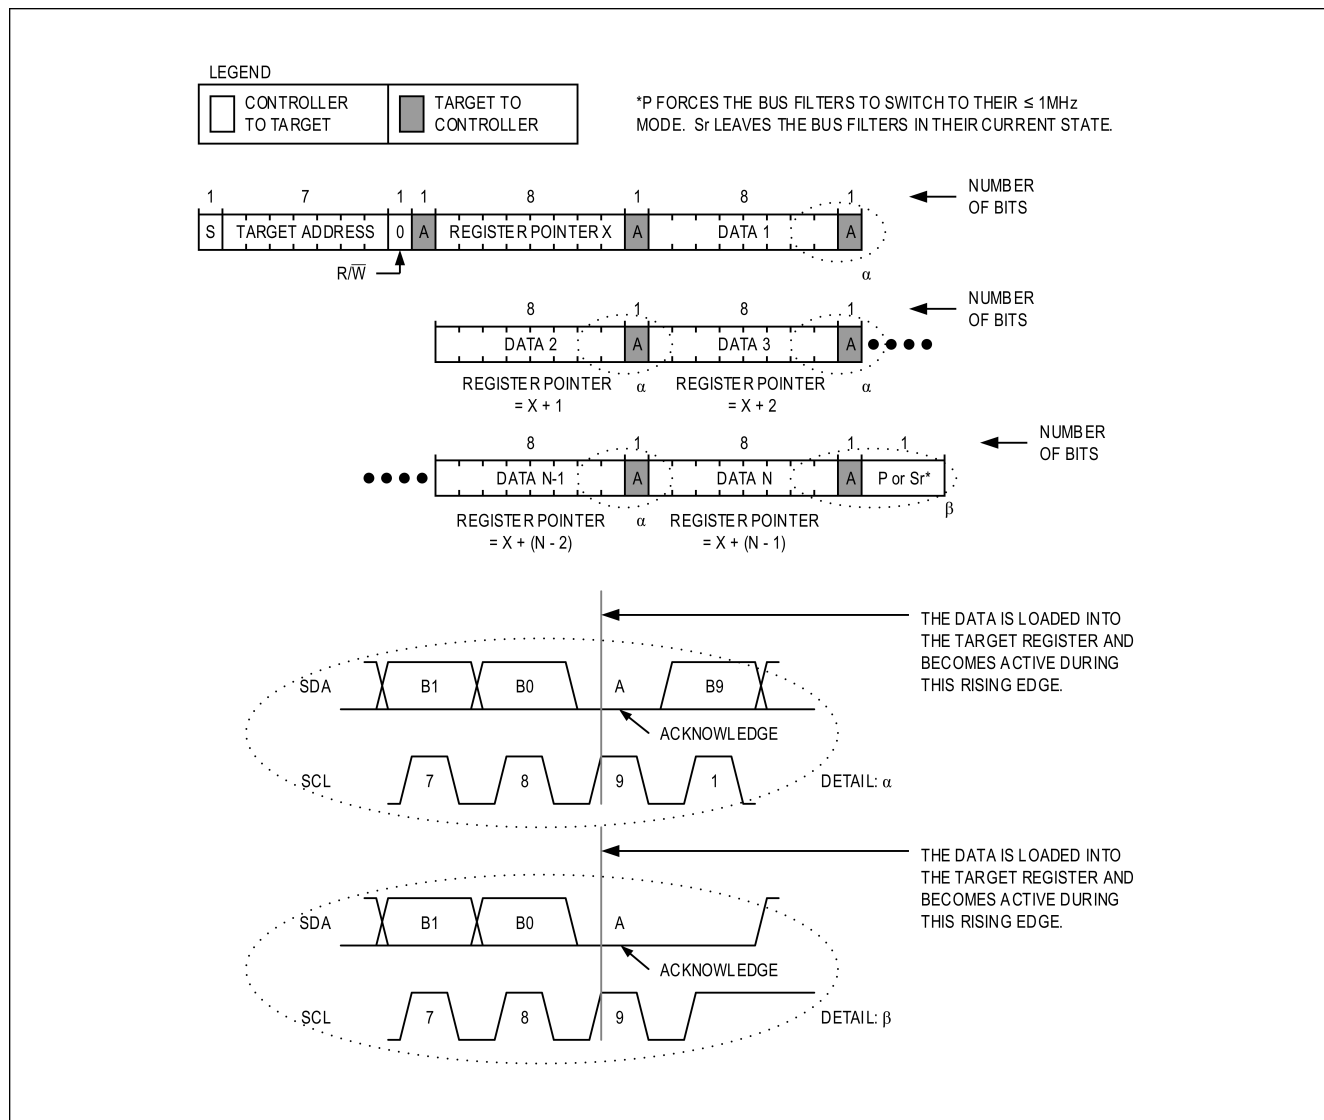

図 13. 連続したレジスタへの書き込み
図 13 に、連続する複数レジスタへの書込みプロトコルを示します。このプロトコルは「バイト書込み」プロトコルに似ていますが、ターゲット・デバイスがデータの最初のバイトを受信した後もコントローラ・デバイスが書込みを継続する点が異なります。書込みが終了すると、コントローラはストップ・コンディション (P) または反復スタート・コンディション (Sr) を発行します。